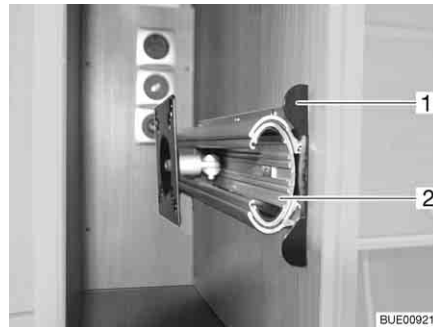

Fig. 45 Support dans le meuble de télévision
- Enfoncer la barre de déverrouillage (Fig. 45,1).
- Faire entièrement sortir la rallonge (Fig. 45,2).
- Faire coulisser la rallonge (Fig. 45,2) jusqu'à ce que la barre de déverrouillage (Fig. 45,1) s'encliquette.